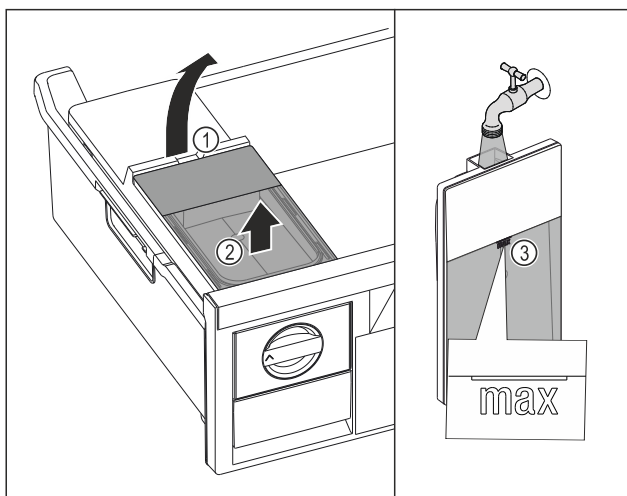

Fig. 123
- ▶ Підняти бак для води за заглиблення Fig. 123 (1).
- ▶ Вийняти бак для води рухом вгору. Fig. 123 (2)
- ▶ Наповнити бак для води питною водою до позначки Fig. 123 (3).